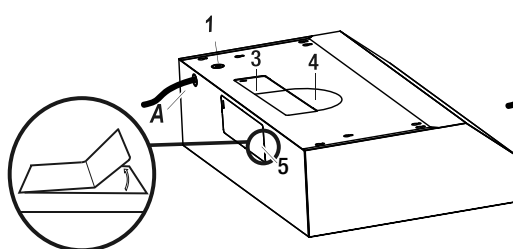

Fig. 10
- Use el cable de alimentación para conectar la campana de extracción (A) directamente a la caja de derivación o la caja de disyuntores. Use únicamente un cable flexible, reforzado o de cobre con cubierta no metálica. Nunca utilice un cable de extensión ni un enchufe adaptador.
- Conecte un conector conductor listado por UL o aprobado por CSA a cada extremo del cable de alimentación eléctrica (en la campana extractora y en la caja de derivación). Conecte los 2 cables de color de la campana de extracción (A) a los cables correspondientes de la fuente eléctrica: negro a negro (vivo), blanco a blanco (neutral) y el cable a tierra doméstico al tornillo verde a tierra. Utilice el orificio superior (1) o el posterior (2) de la campana de extracción, como se muestra en la Fig. 10, dependiendo de su tipo de instalación.
- Escoja el orificio de ventilación para su tipo de instalación. Utilice los orificios superiores (3 y 4) para una instalación de ventilación ubicada en la parte superior y el orificio posterior (5) para una instalación de ventilación ubicada en la parte posterior. Consulte la sección de Instalación del regulador para obtener más información.
- Con cuidado, retire la cubierta (3, 4 o 5) de la abertura de ventilación adecuada con ayuda de un destornillador plano y unas pinzas de punta (consulte la Fig. 10). Tenga cuidado de no dejar restos dentro de la campana extractora (A).